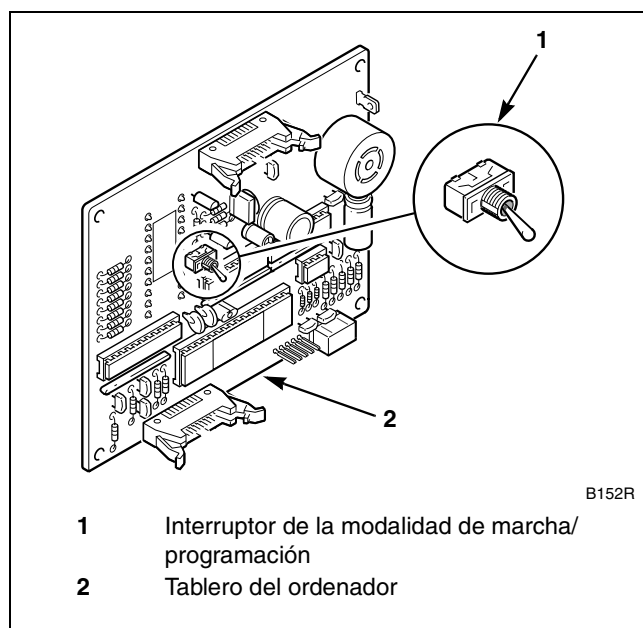

Figura 1
3. Localice el interruptor de la modalidad de marcha/programación situado cerca del centro del tablero del ordenador dentro del módulo de control. Consulte la *Figura 1*.